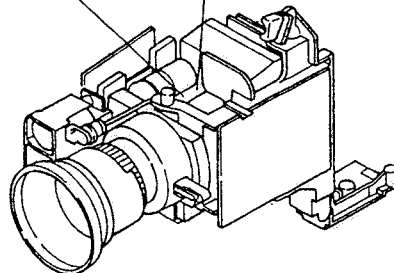

Fig. 4-4
3) Réglage de la focalisation arrière (Fig. 4-4)